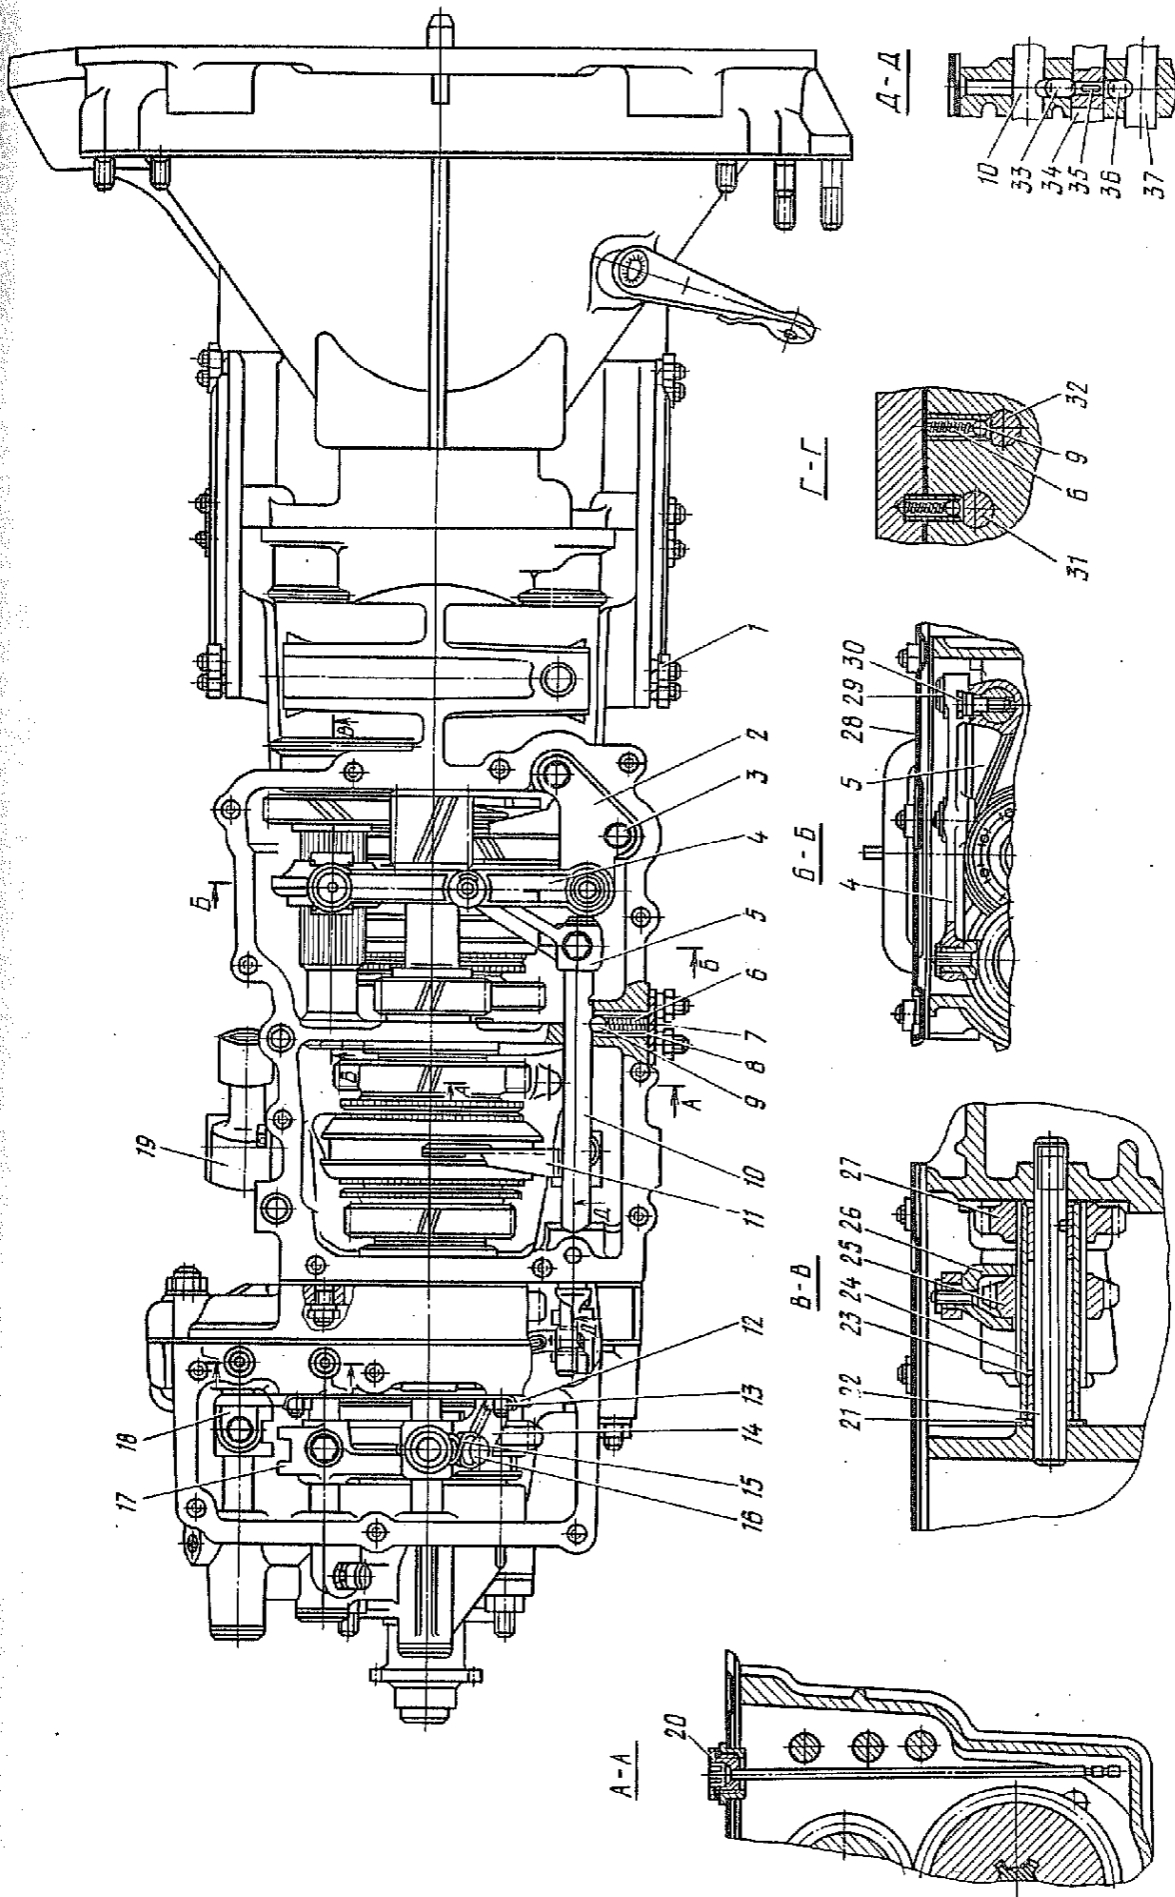

Рис. 131. Коробка передач (вид сверху):
Примечание. Корпус снимать осторожно, чтобы не повредилась прокладка и не вывали пружины 6 (рис. 131).
1.10. Вынуть из картера понижающей передачи штоки 63 и 65 вилок включения понижающей передачи и заднего моста и шарики 9 (рис. 131) фиксаторов штоков. Вынуть шток 2 (рис. 132) ползуна переключения передач, ползун 67 переключения передач и замки 93 и 91 штоков. Вынуть толкатель 92 замков из штока 65 вилки включения заднего моста. Вынуть вилку 66 включения заднего моста и вилку 64 включения понижающей передачи из картера (технологический болт М6×40-7Н).
1.17. Отвернуть гайки крепления крышки 7 (рис. 131) фиксаторов штоков, снять крышку, прокладку крышки и пружины 6 (головка 14, вороток).
1.27. Отвернуть гайки 1 (рис. 131) и снять технологические крышки с отверстий полуоси в картере коробки передач (головка 14, вороток).
1.37. Вынуть шлицевой вал 24 (рис. 131) с промежуточными шестернями заднего хода и упорные шайбы 21 из картера коробки передач (лопатка для монтажа шин).